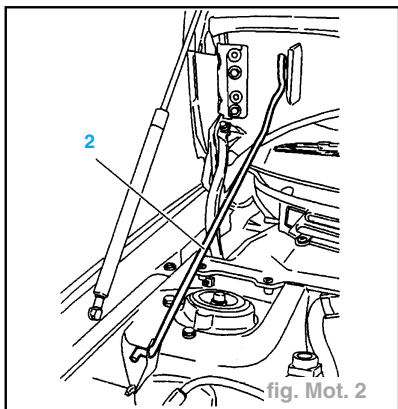

fig. Mot. 2
- Reposer les agrafes (1).
- Positionner le capot verticalement à l'aide de l'outil (2) (béquille de capot 9601-T) (figure Mot. 2).